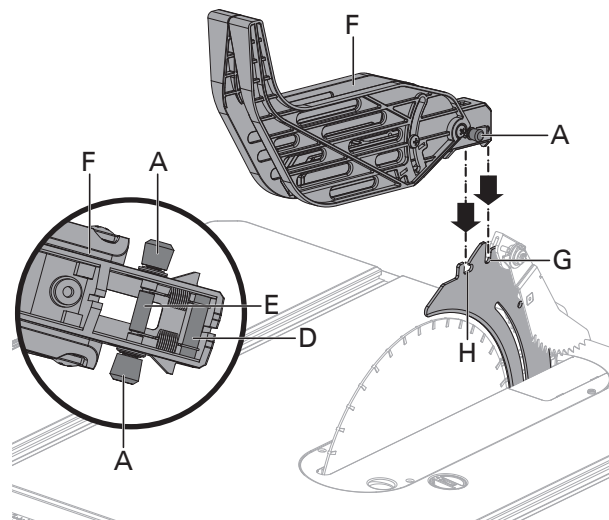

Fig. 10b
- Tenir et pousser les boutons (A) en avant vers le devant du protège-lame. Placer les goupilles (D, E) sur le protège-lame (F) dans les fentes (G, H) sur le couteau diviseur. (Fig. 10b)